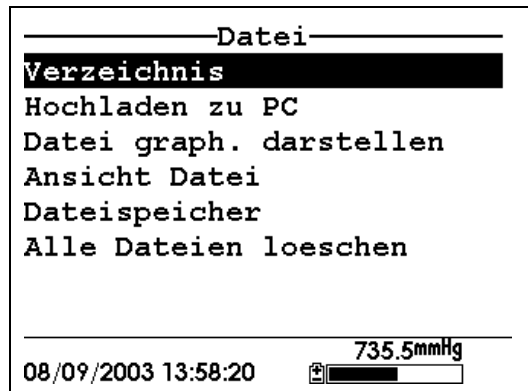

Abbildung 8.2 Datei-Bildschirm
2. Verwenden Sie die Pfeiltasten, um die Selektion **Verzeichnis** hervorzuheben. Siehe Abbildung 8.2 Datei.
1. Gehen Sie gemäß der Beschreibung in Abschnitt 8.1 *Zugriff auf den Datei-Bildschirm* in den Datei-Bildschirm. Siehe Abbildung 8.2 Datei.
3. Verwenden Sie die Pfeiltasten, um die Selektion **Hochladen zu PC** hervorzuheben. Siehe Abbildung 8.2 Datei.
2. Verwenden Sie die Pfeiltasten, um die Selektion **Dateispeicher** hervorzuheben. Siehe Abbildung 8.2 Datei.
2. Verwenden Sie die Pfeiltasten, um die Selektion **Alle Dateien löschen** hervorzuheben. Siehe Abbildung 8.2 Datei.